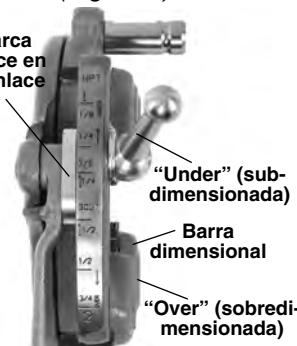

Figura 6 – Ajuste del tamaño de la rosca
- Empiece con la marca índice del enlace alineada con la marca del tamaño deseado en la barra dimensional. Si se trata de cabezales mono o para pernos, fije la marca del enlace para alinearla con la línea en la barra dimensional. Para roscar pernos con un cabezal de terrajas universales, coloque todas las terrajas para pernos alineadas con la línea BOLT (perno) en la barra dimensional (Figura 6).